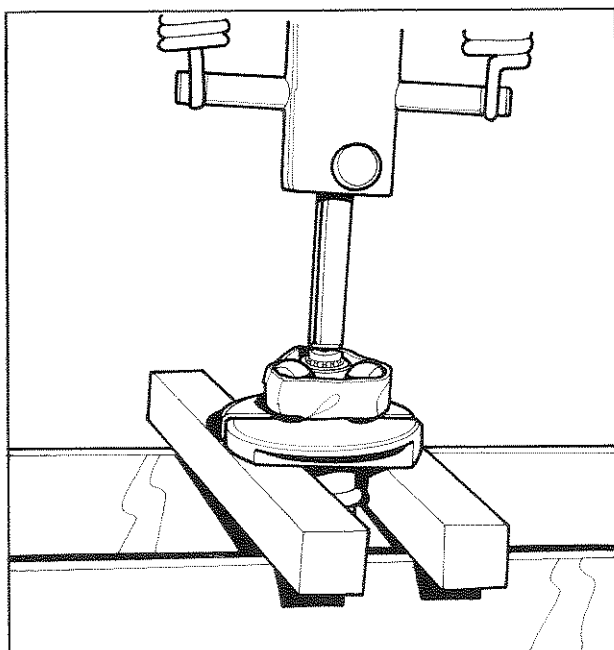

Fig. 5
- A la presse dessertir et extraire le bloc G.I des cannelures de l'arbre de transmission (fig. 5).